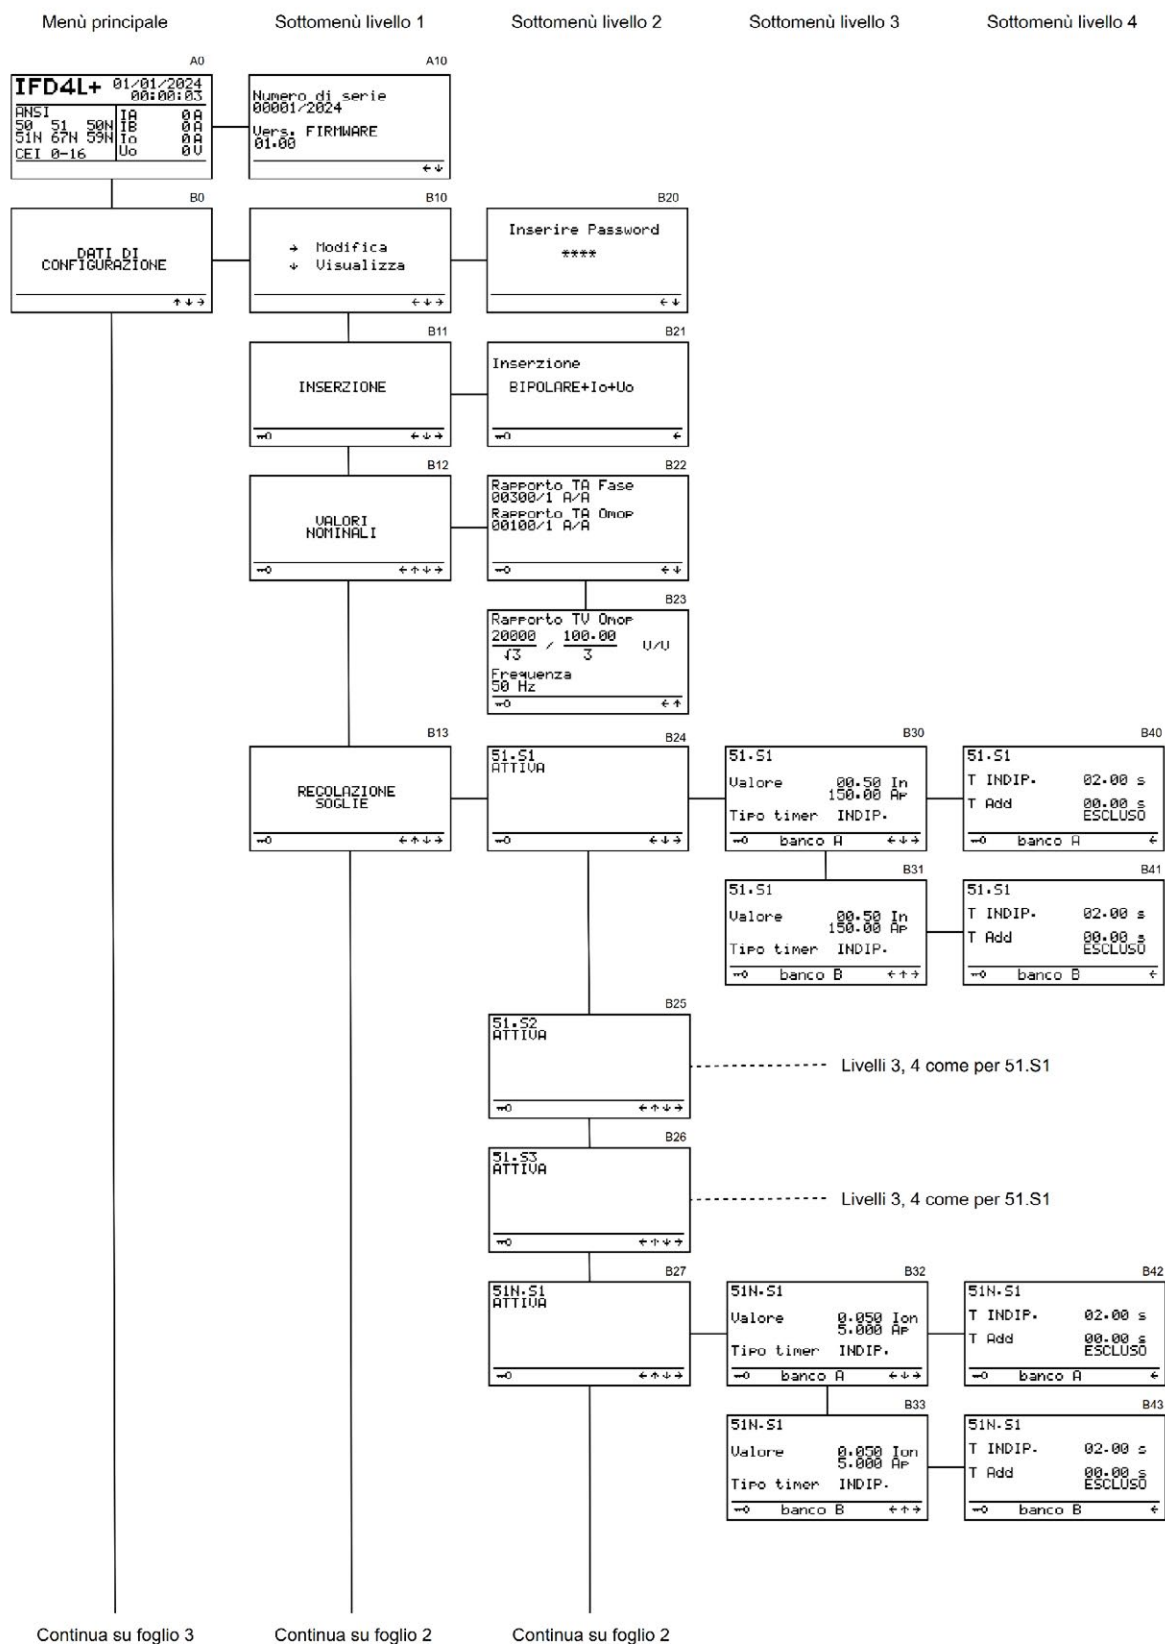

Figura 1
Il contenuto e la struttura delle visualizzazioni è riportato nelle Figura 1, 2, 3, 4, 5, 6, 7, 8; i riferimenti A0, B0, C0, ecc. identificano le schermate nelle suddette figure.
6.2 VISUALIZZAZIONE DI BASE (FIGURA 1)
6.3 DATI IDENTIFICATIVI (FIGURA 1)
6.4 DATI DI CONFIGURAZIONE (FIGURA 1)
6.5 TIPO DI INSERZIONE E FUNZIONI DI PROTEZIONE (FIGURA 1)